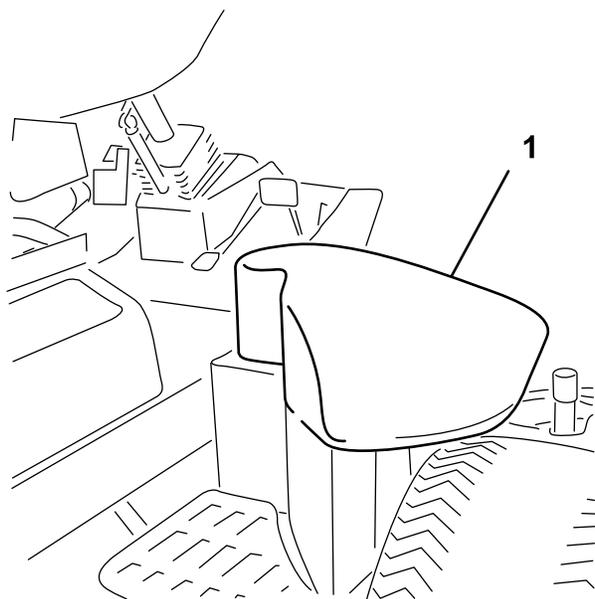

Figura 34
2. No lado direito da máquina, levante a tampa do depósito hidráulico (Figura 34).